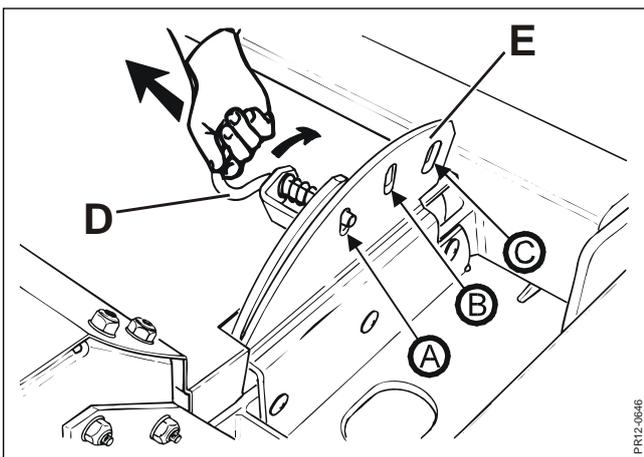

Fig. 3-17
- Fig. 3-17** Le système est contrôlé par la poignée **D** qui peut être placée dans 3 positions sur le support **E**. La distance entre la tôle du conditionneur et le rotor se règle en déplaçant la poignée **D** dans l'un des trous du support **E**. Si la poignée est placée en position (A), la distance entre la tôle du conditionneur et les doigts est faible, en position (B) la distance est moyenne et en position (C) la distance est importante.